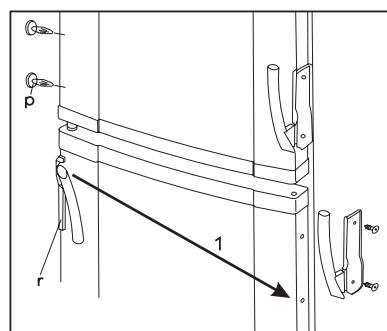

рис. 5
- Переставьте ручки (r) на другую сторону и вставьте пластмассовые заглушки (p), вложенные в пакет вместе с настоящим руководством по эксплуатации, в три освободившиеся отверстия (рис. 5).